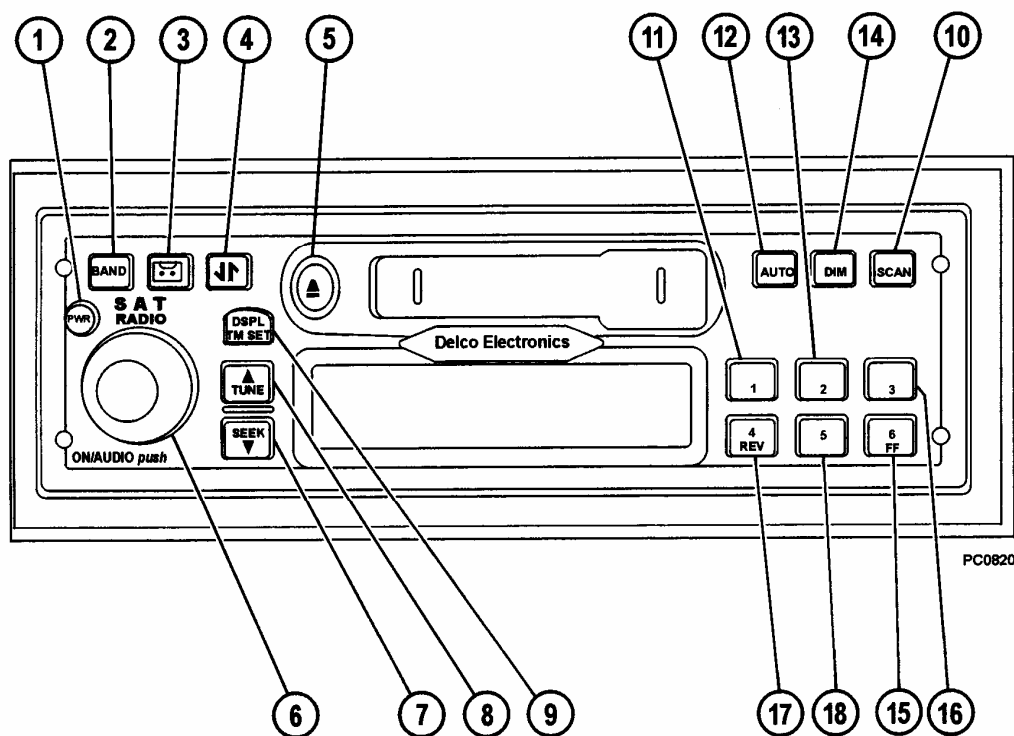

FIGURA 70-1. RADIO / TOCACINTAS
2. Presione PWR (1, Figura 70-1) para encender y apagar el receptor. Al presionar ON/AUDIO (6) también se prende la radio.
2. Presione y mantenga presionado DSPL/TM SET (9, Figura 70-1) por dos segundos. Cuando la pantalla numérica destella, se activa el modo de ajuste de hora.
Presione BAND (2, Figura 70-1) para cambiar entre FM1, FM2, AM y WX Pronóstico del Tiempo (EE. UU.) y Satélite (XM1, XM2 o SR1, SR2). Si el receptor satelital separado no está conectado a su radio y no está operativo, las bandas satelitales no aparecerán en la pantalla.
VOLUMEN: Gire la perilla ON/AUDIO (6, Figura 70-1) a la derecha para aumentar el volumen y a la izquierda para disminuir el volumen. Se desplegará VOL junto con el nivel del volumen.
Presione el botón  (3, Figura 70-1) para cambiar de radio a casete. TP SIDE 1 o TP SIDE 2 aparecerán en la pantalla dependiendo de qué lado de la cinta se está escuchando. Si no hay un casete en el tocacintas, aparecerá NO TAPE en la pantalla.